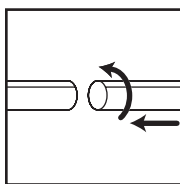

FIGURA 1
6. Acople las varillas de extensión (**No es común para todos los modelos**) al extremo del accesorio de la manguera. Tuerza ligeramente para apretar la conexión. **FIGURA 1.**
7. Acople uno de los accesorios de limpieza (dependiendo de lo que usted requiera para limpiar a las varillas de extensión. Tuerza ligeramente para apretar la conexión. **FIGURA 1.**